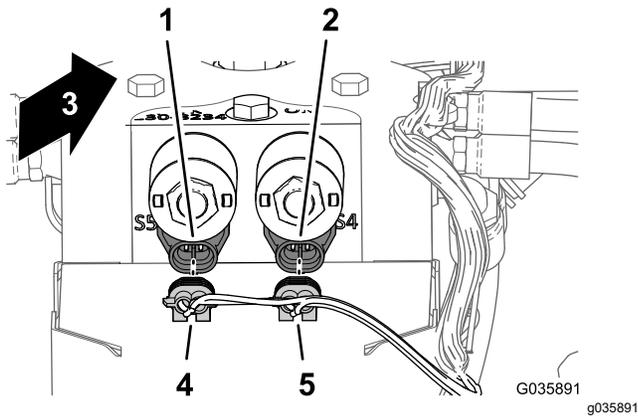

Figure 26
- À l'arrière du collecteur des vérins de levage, branchez les 2 connecteurs du faisceau des rampes soniques sur les solénoïdes de commande de la fonction sonique, comme montré à la Figure 26.